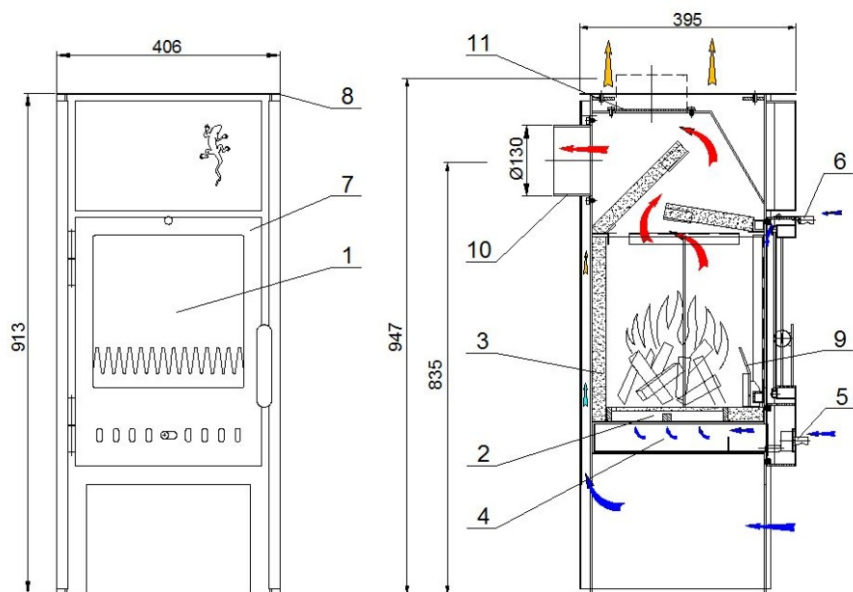

Рис. 1 Vienybė-08, 08N
В печке используется конструкция двойного корпуса, которая обеспечивает безопасное и удобное использование. Воздух втягивается в нижней части корпуса, поднимается вверх и нагревшись, выходит через проемы находящиеся вверху и по бокам. Корпус печки сварен из листового металла и окрашен термостойкой краской. Топка в печке выложена огнеупорной плиткой (вермикулит) 3 (см. рис.1), которая улучшает горение. В дверцу печки 7 монтировано термостойкое стекло, которое позволяет видеть пламя. Первичная подача воздуха регулируется при помощи
Печка должна быть смонтирована таким образом, чтобы не были бы заблокированы заслонки регулирования подачи воздуха 5 и 6 (см. рис. 1).
- изъять подсоединение дымохода 10 (см. рис.1), отвинтив крепежные болты;
Разжигание. Полностью откройте заслонки первичной и вторичной подачи воздуха 5 и 6(см. рис.1). На дно топки положите два полена маленького размера, оставляя между ними промежуток. В промежуток вложите скомканную бумагу или таблетку твердого топлива, на которую нужно крестообразно положить мелко нарубленные сухие дрова, на них положить дрова средней величины. Бумагу поджечь и после ее возгорания закрыть дверцу. Ручка дверцы может быть горячей, поэтому надо пользоваться защитной рукавицей. Интенсивность горения регулировать при помощи заслонок подачи воздуха.